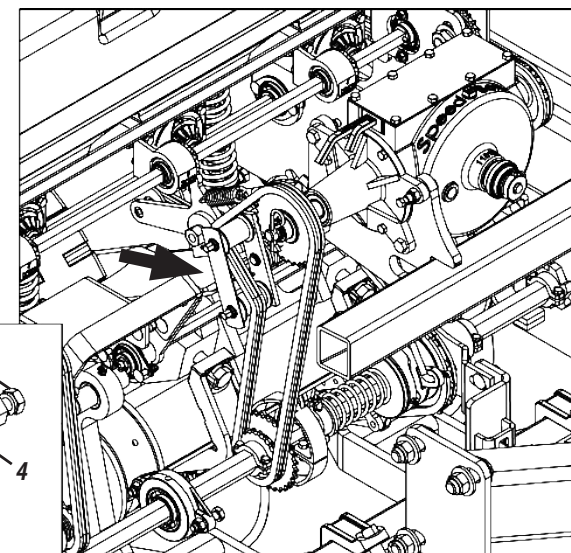

Figura 64
ESTICADOR OSCILANTE (FIGURA 64)
O esticador (1) é dotado de mola de torção (2) para maior flexibilidade do mesmo. Se necessário maior pressão no esticador, solte a porca interna (3) do mesmo, gire o eixo (4) passando o engate da mola (2) para o outro dente da roseta do eixo e reaperte novamente a porca interna (3), **conforme mostra a figura 64.**